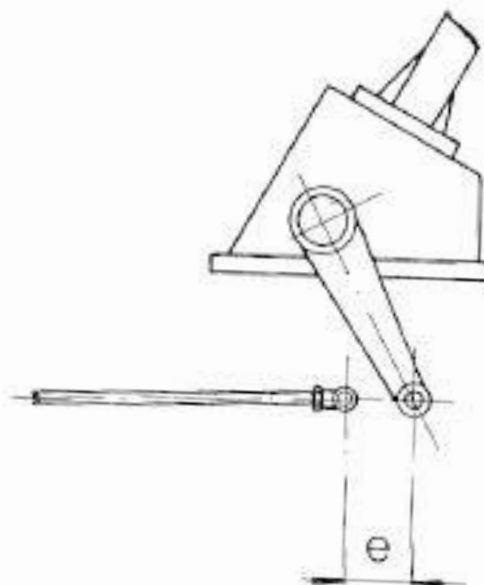

FIG. 70 - Position du levier de direction avec volant complètement à droite
- faire tourner le volant de conduite vers la droite en plaçant le levier de direction tout à fait à l'arrière (Fig. 70);
- mesurer la distance (a) avec un pied à coulisse (Fig. 70);